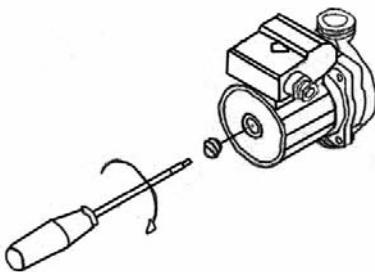

Рис. 11. Проверка циркуляционного насоса
- ✓ не блокирован ли насос. Для этого при помощи отвёртки открутите заглушку насоса и проверните его вал несколько раз туда и обратно (см. Рис. 11), при этом котел необходимо отключить от электросети (вынуть вилку из розетки). Затем плотно закрутите заглушку. При выполнении данной операции возможны небольшие протечки воды из насоса, после установки заглушки необходимо убрать остатки воды с компонентов котла (протереть);